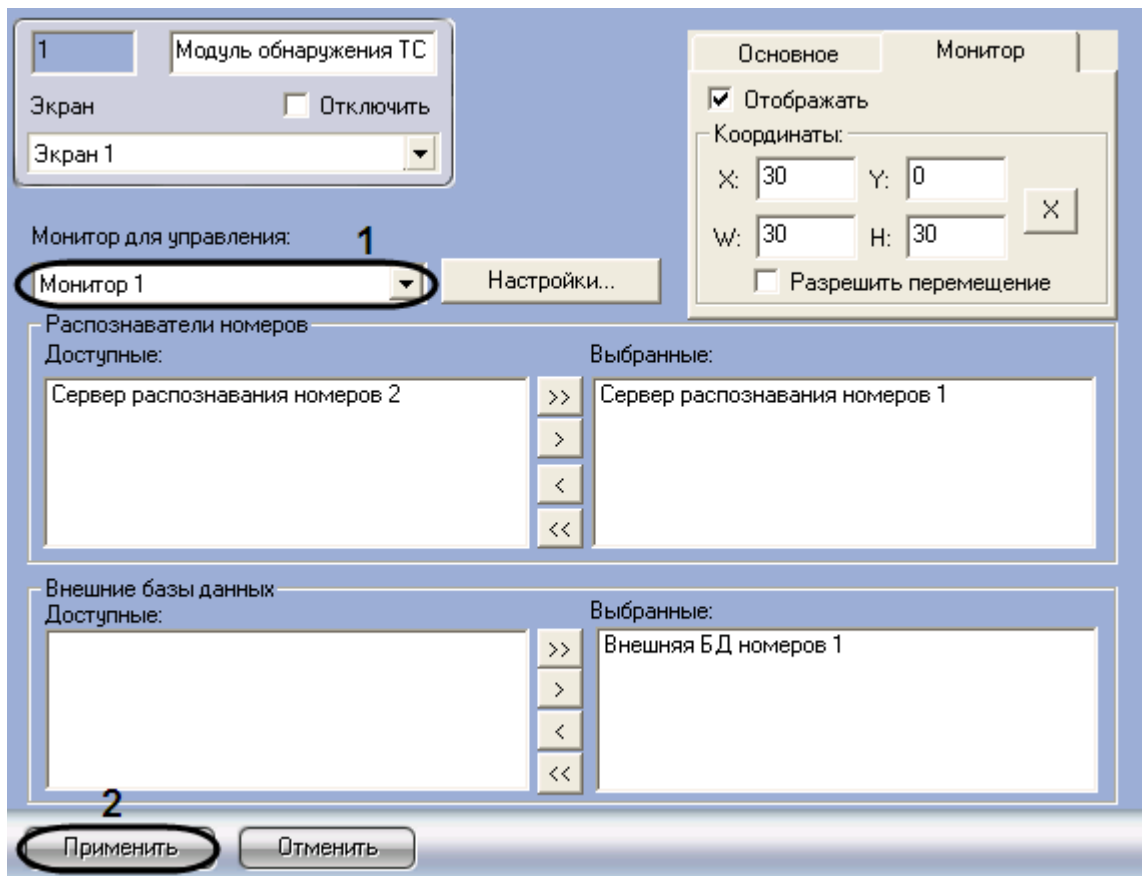

Рис. 7.8—13. Выбор объекта «Монитор» для воспроизведения видеоархива
1. Перейти на панель настройки объекта «Модуль обнаружения ТС» (Рис. 7.8—13).
2. Из списка «Монитор для управления» (см. Рис. 7.8—13, 1) выбрать объект «Монитор», с помощью которого требуется воспроизводить видеоархив с видеокамеры распознавания номеров.
3. Нажать кнопку «Применить» (см. Рис. 7.8—13, 2).